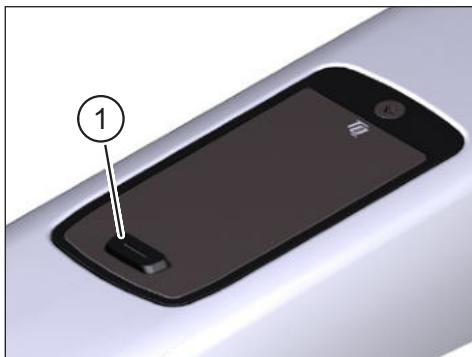

Fig. 2: Display
- ▶ Accendere l'unità premendo **brevemente** il pulsante (Punto 1 in Fig. 2) sul Display.
- ▶ Spegnere l'unità con una presione **lunga** sul pulsante (Punto 1 in Fig. 2) sul Display.